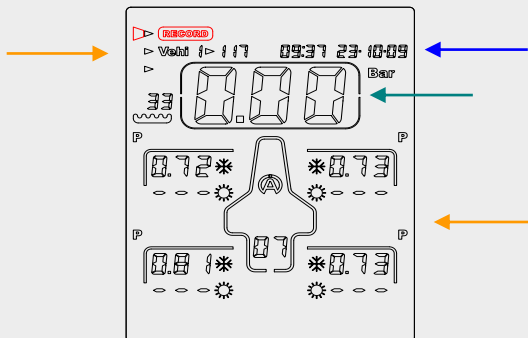

Figure 1
1) ボタンを操作して **▽** , « RECORD »を選択します (figure 1)